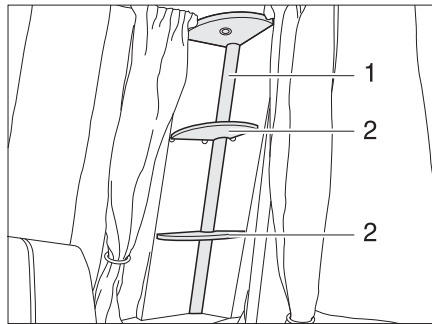

Fig. 172 Colonne lumineuse
- Retirer les étagères (Fig. 172,2).
- Serrer légèrement le verre de la lampe (Fig. 172,1) et le retirer.